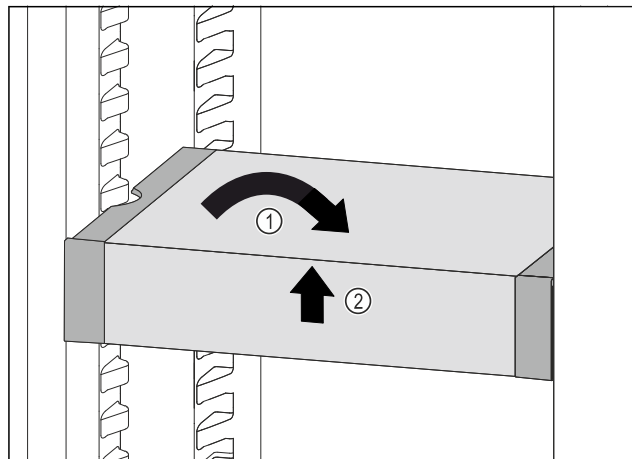

Fig. 32
- ▶ Вирівняти VarioSafe. Fig. 32 (1)
- ▶ Підняти VarioSafe спереду. Fig. 32 (2)